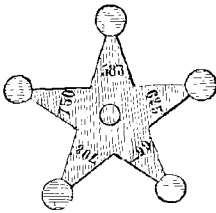

Fig. 22. Touchaux.
**Essai d'un alliage.** — Faire l'essai d'un alliage d'or, c'est chercher approximativement son *titre*. Pour cela, on emploie une pierre silex très dure nommée *pierre de touche*, un mélange de 98 parties d'acide azotique, 2 d'acide chlorhydrique, et 25 d'eau. On frotte l'alliage sur la pierre et on arrose la trace avec le mélange. Mieux la trace se conserve, plus l'alliage contient d'or. On précise en comparant la trace qui reste avec celles dues à des alliages connus, nommés *touchaux* (fig. 22).